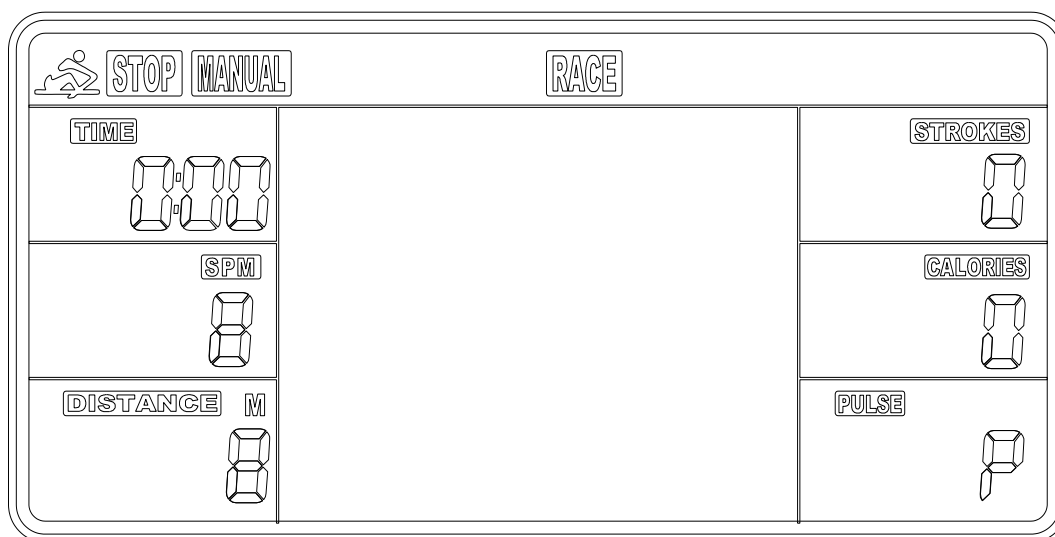

Fig 3
5. El RELOJ parpadeará. Pulse UP para establecer la hora. Pulse ENTER para confirmar. Pulse UP para establecer los minutos. Pulse ENTER para confirmar. Continúe configurando el AÑO (en la pantalla STROKES); el MES (en la pantalla CALORIES); el DÍA (en la pantalla PULSE) al pulsar UP o DOWN. Cada vez, pulse ENTER para confirmar. Después de confirmarlo, ALARM (ALARMA) parpadeará. Para omitir la configuración de una alarma, pulse ENTER. Para configurar una alarma, pulse UP para activar ALARM. Aparecerá una flecha junto a ALARM. Pulse ENTER. La pantalla CLOCK parpadeará. Pulse UP o DOWN para establecer la hora de la alarma. Pulse ENTER para confirmar. La computadora entrará en la pantalla SPORT (DEPORTE) (Fig. 3).